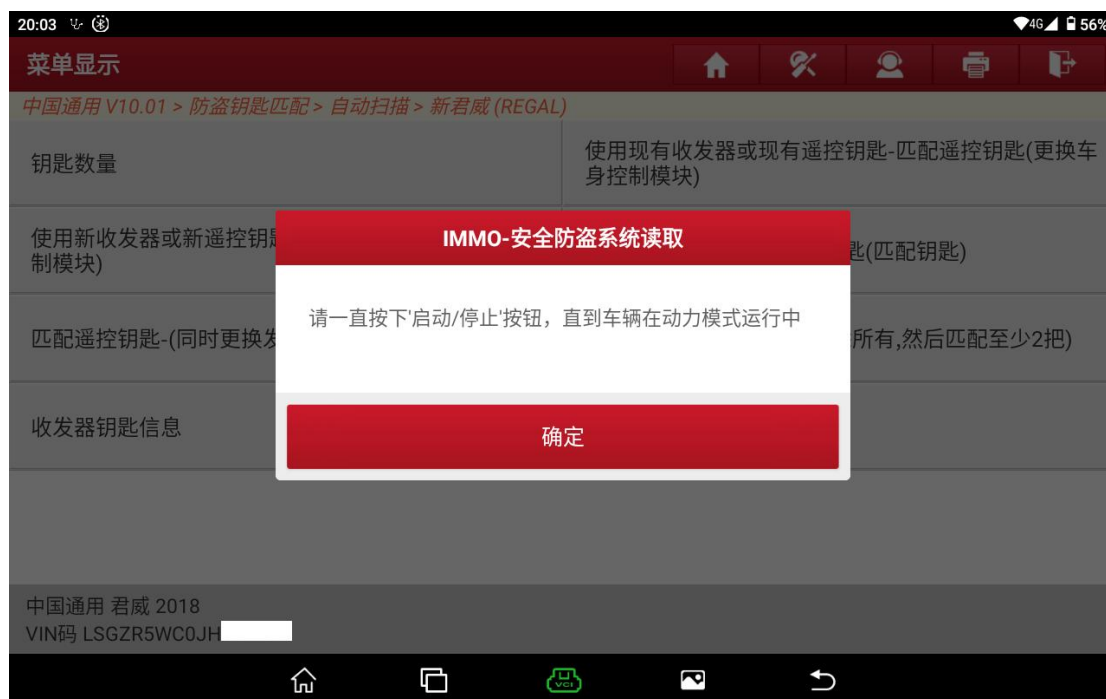

图 26
26. 请一直按下启动/停止按钮，直到点火打开，仪表灯亮，如图 26。